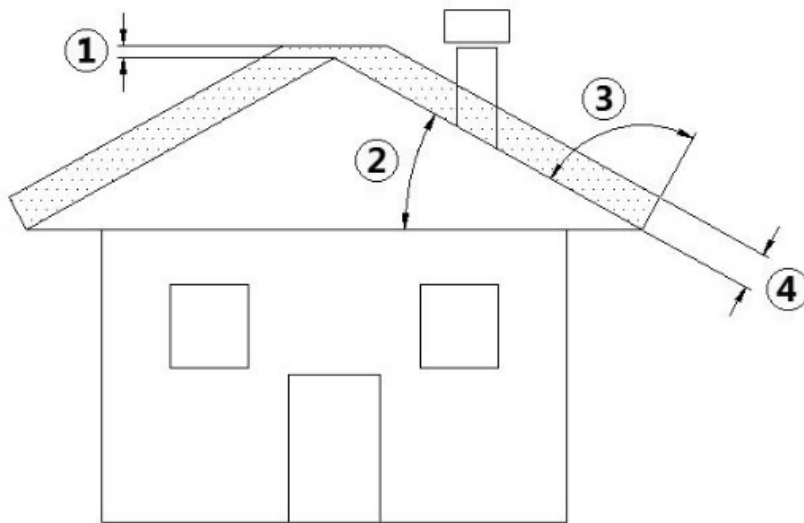

Fig. 2 - Eğimli çatı
AÇIKLAMA	Fig. 2
- Havaya açılma kotası çatı oluşumuna veya yakınında bulunan engellere bağlı reflü bölgesi dışında olmalıdır (bkz. **Fig. 2**).